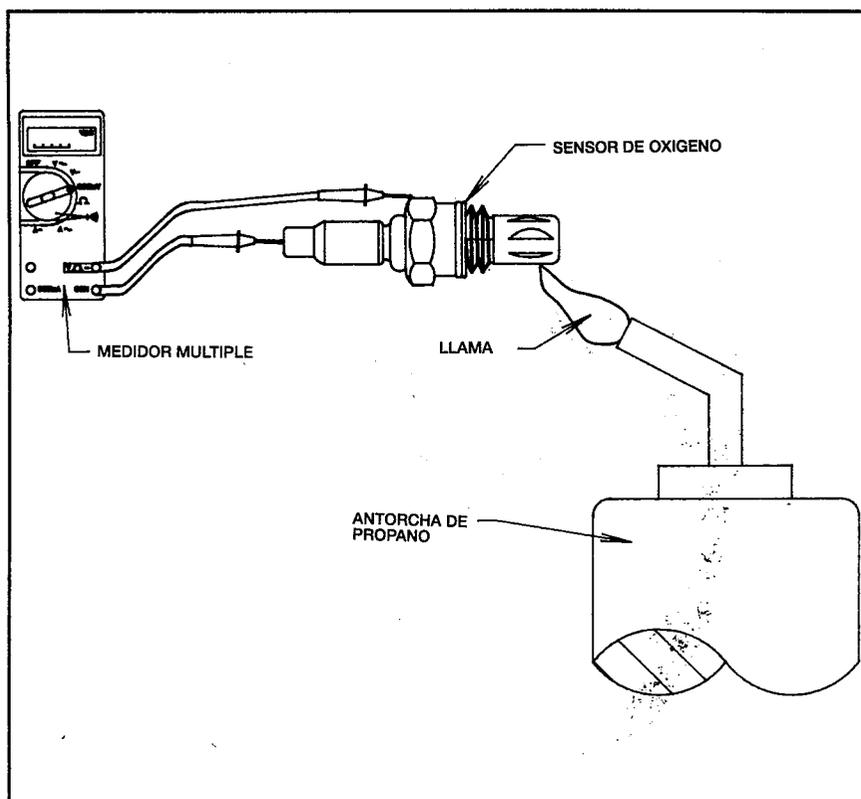

Fig. 24 (Ejemplo típico: Wells #SU100)
1. Conecte el conductor positivo del voltímetro al cable del conductor del Sensor de Oxígeno y conecte el conductor negativo del voltímetro a la caja del sensor (Fig. 24).
1. Para probar el elemento del sensor, cambie el ohmímetro aproximadamente a escala media (200K) y conéctelo a través de los conductores negro y gris del sensor (Fig.24).